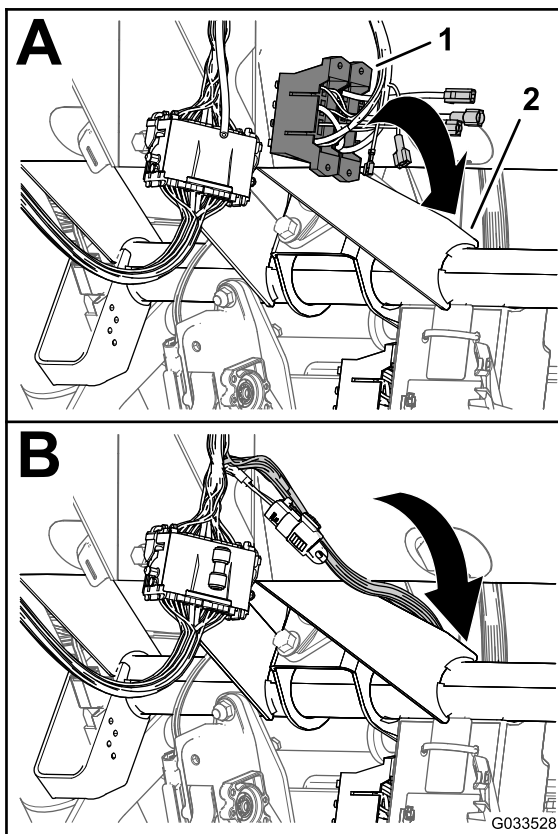

Figura 24
1. La consola de comandă a pulverizatorului, pozai ramura cablajului frontal cu blocurile de siguranță dintre baza panoului tabloului de bord i tubul transversal al asielui mainii i în jos spre partea frontală a blocului de sigurană al mainii (Figura 24).